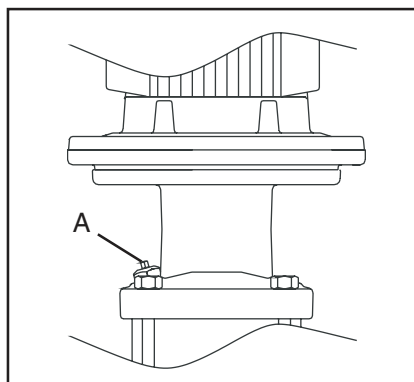

Fig. 16
3. Løsn spædeproppen (A, fig. 16) 1-2 omgange, indtil der kommer vand og luft ud.